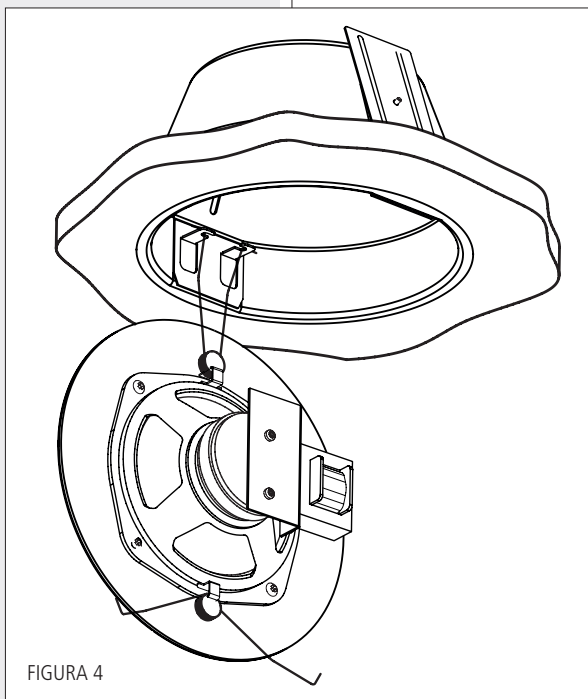

FIGURA 4
5. Appendere il diffusore al fondello, incastrando le estremità di una delle due molle di sostegno **C** del diffusore in uno dei ganci **D** del fondello (come mostrato in figura 4).